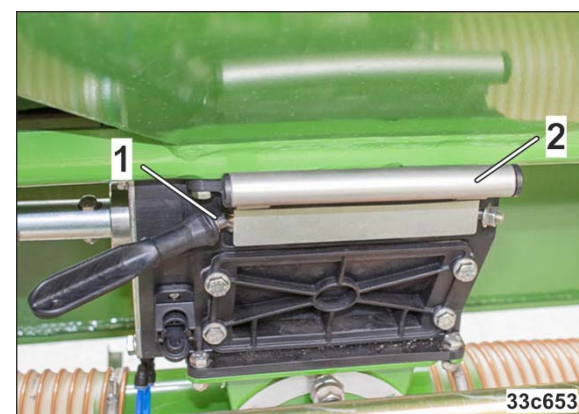

Fig. 152
3. Die Schrauben (Fig. 152/1) verschwenken.
4. Den Schieber (Fig. 152/2) bis zum Anschlag in den Dosierer schieben.